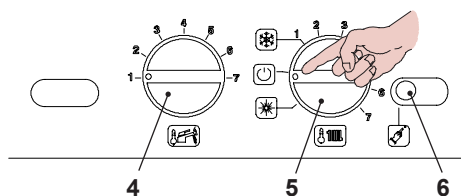

Fig. 8.13
- Per uscire dalla programmazione posizionare il selettore di funzione 5 in "⏻" (Fig. 8.13), oppure togliere alimentazione elettrica alla caldaia.